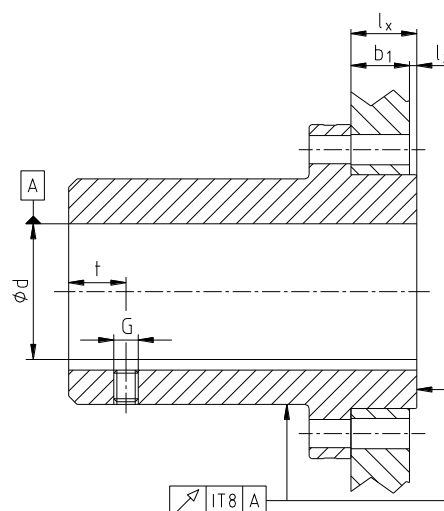

Fig. 3 : Concentricité et perpendicularité
- Lors de l'usinage de l'alésage de la bride d'accouplement par le client, la précision de concentricité et de perpendicularité doit être respectée (voir Fig. 3).